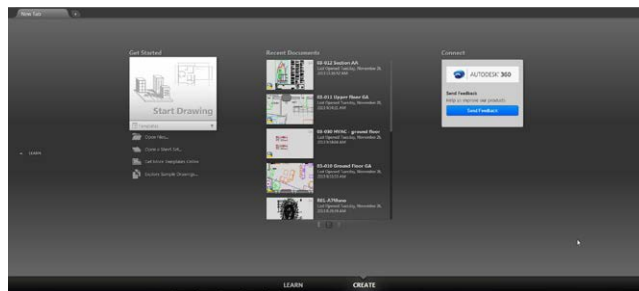

Рис. 3
1. Новая вкладка управления файлами New Tab – теперь можно быстрее открывать новые или последние файлы, просмотреть учебные материалы. (Рис. 3)